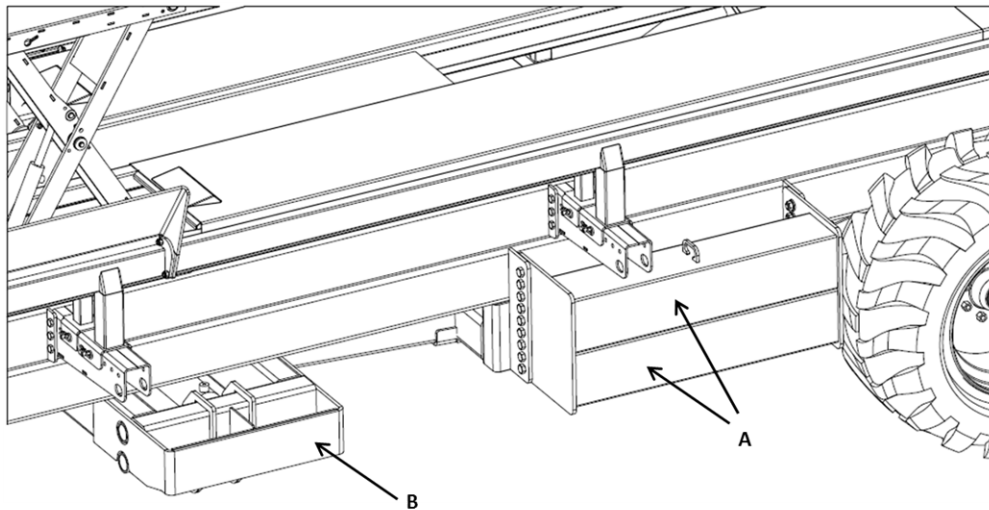

Figure 19 — Contrepoids
Comme le montre la Figure 19, la remorque autochargeuse est dotée de contrepoids (A) sur le côté opposé au bras de chargement. Ces contrepoids servent à contrebalancer le poids des balles. Un support (B) est également prévu pour ajouter des contrepoids supplémentaires, si nécessaire. Ce support peut accueillir plusieurs des modèles de contrepoids généralement utilisés sur les tracteurs. Ces contrepoids ne sont pas inclus avec la remorque.